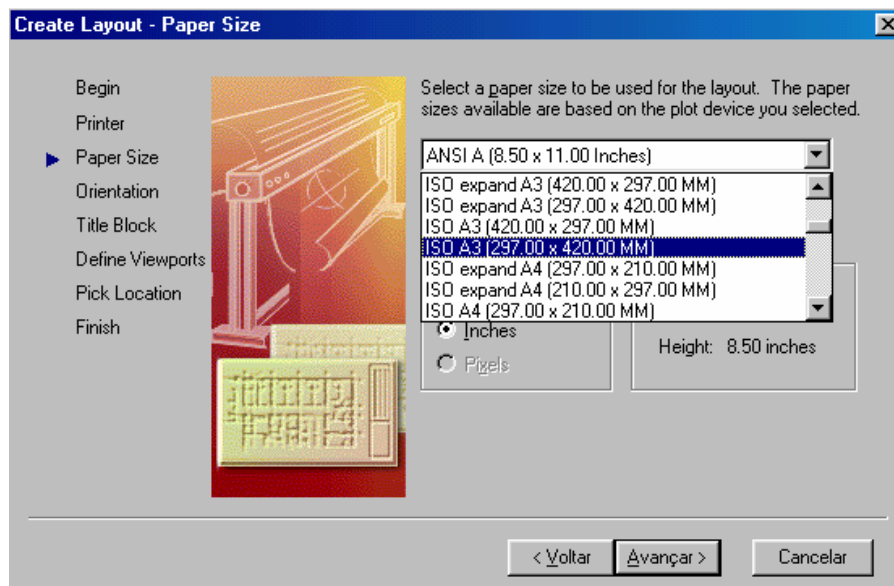

Figura 10.9 – Escolha da folha (PAPER SIZE)
4. Escolha agora o tamanho da prancha a ser utilizada (figura 10.9). No caso da figura apresentada, escolheu-se uma folha ISO A3 (297 x 420 MM). Escolha uma das folha e, em seguida, clique em AVANÇAR.